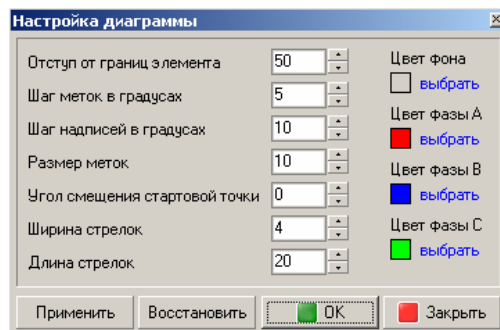

Рисунок 5
- Команда  Настройка ... позволяет произвести настройки отображения векторной диаграммы (см. рисунок 5).
После обращения к команде контекстного меню модуля  Настройка ... открывается окно «Настройка диаграммы» (см. рисунок 5) где и производятся настройки отображения диаграммы. Например, настройки цвета фона и стрелок диаграммы, разметка диаграммы, ее размер.